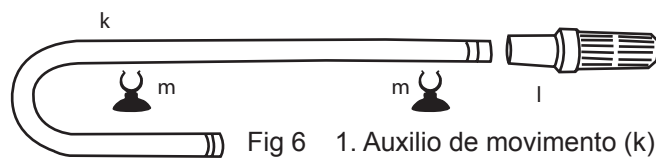

Fig 6 1. Auxílio de movimento (k)
17. Utilize o segundo tubo bengala para a entrada. Veja a Fig. 6 para instruções de montagem.